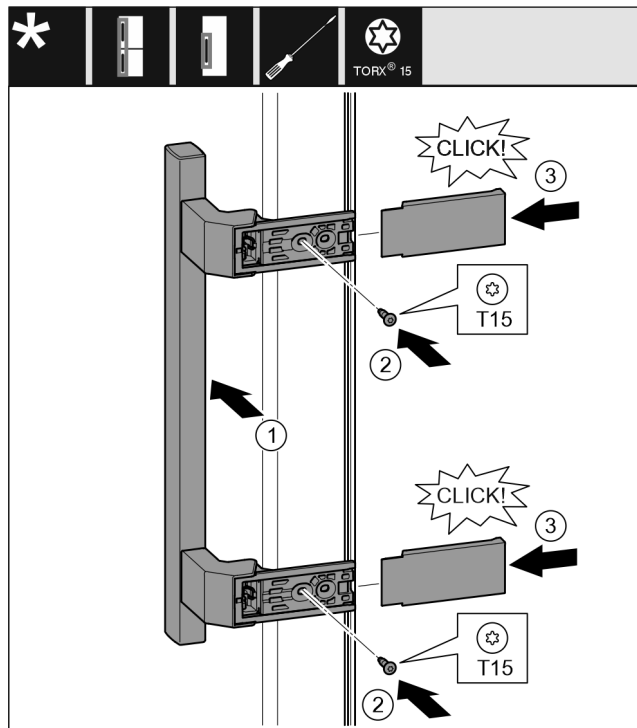

Fig. 40
- ▶ Εφαρμόστε τη λαβή στην απέναντι πλευρά. Fig. 40 (1)
- ▶ Σφίξτε τις βίδες με κατσαβίδι T15. Fig. 40 (2)
- ▶ Εφαρμόστε στο πλαίσι τα καλύμματα και τοποθετήστε τα. Fig. 40 (3)